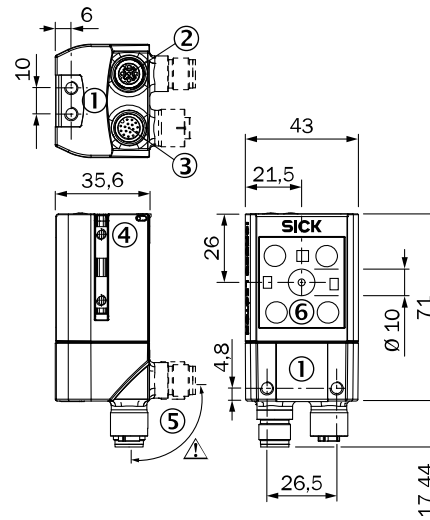

Abbildung 1: Maßzeichnung
- EventCam mit Schrauben M5 an eine kundenseitig gestellte Halterung montieren. Hierbei entweder die Sacklochgewinde im Gehäuse paarweise vorne oder unten oder die beiden verschiebbaren Nutensteine M5 in den seitlichen Nuten verwenden. Den Befestigungswinkel Nr. 2042902 können Sie unten oder an den Nutensteinen anbringen. Schrauben max. 5 mm in die Sacklochgewinde eindrehen, siehe **Abbildung 1, Seite 1**